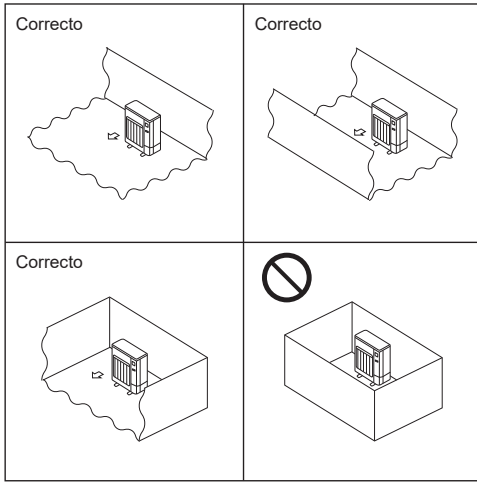

Fig. 2-1
- Instale as unidades exteriores num local onde, pelo menos, uma das quatro laterais seja aberta e cujo espaço seja suficientemente amplo e não tenha depressões. (Fig. 2-1)